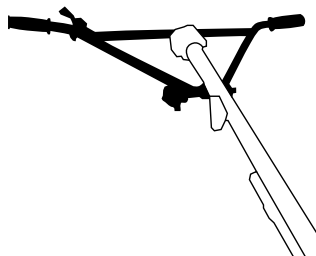

Рис. 6
2. Соберите рукоятку управления (Рис. 6).